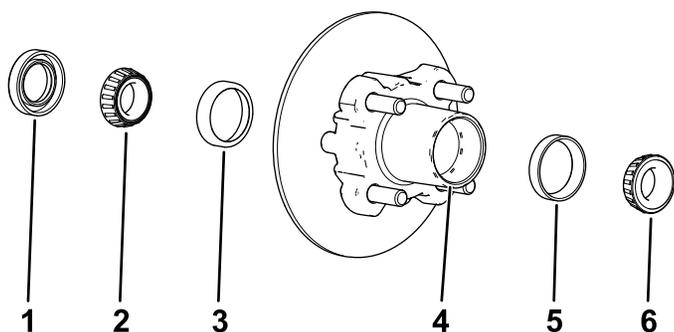

図 35
1. ハブから外側のベアリングとベアリングレースを取る 図 35。
2. ハブから、シール、内側のベアリングを外す 図 35。
5. ハブについているグリス、ごみなどをきれいに除去 図 35。
7. キャビティの50-80 %程度にグリスを詰める 図 35。
8. ハブの内側に内側ベアリングを取り付け、シールをはめる 図 35。